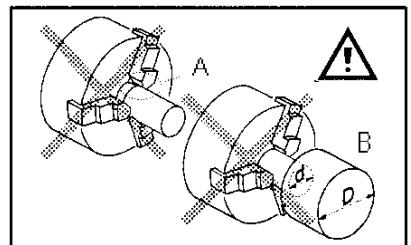

Fig 6
éviter un serrage court (A, Fig 6) ou le serrage sur un petit diamètre (B).